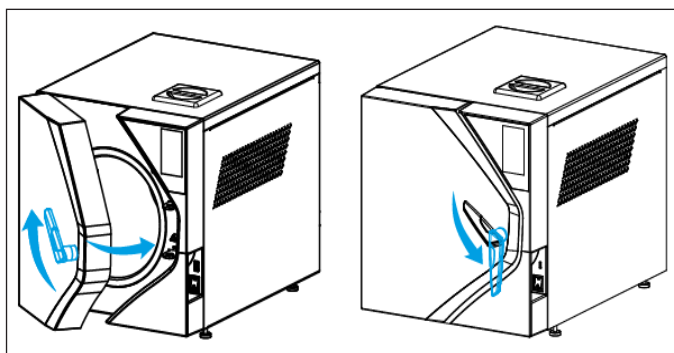

fig.13
- Schließen Sie die Tür (fig. 13).